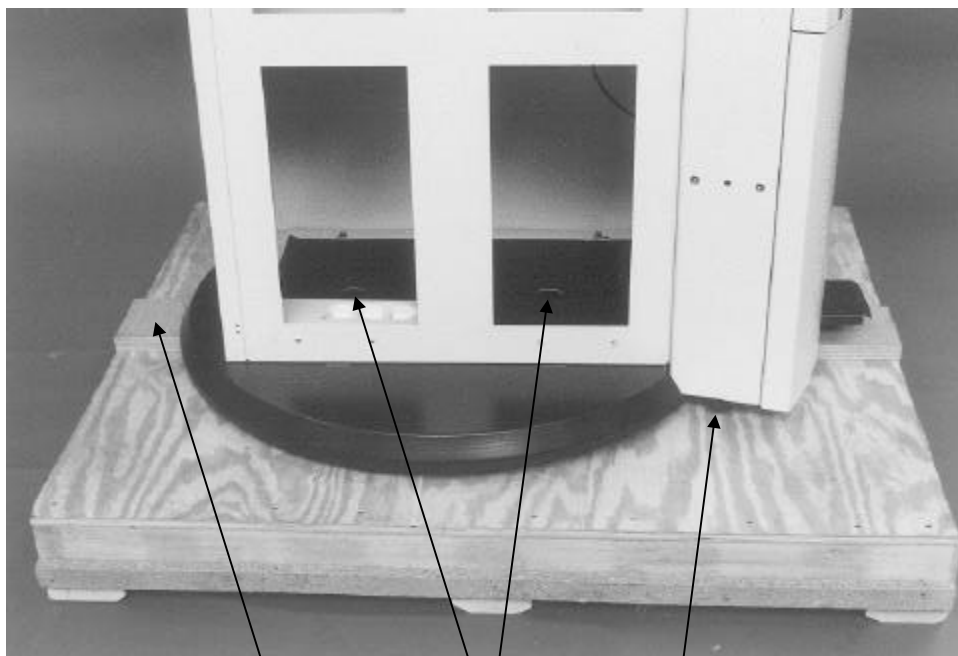

Abbildung 1
- Entfernen Sie die Befestigungsbolzen, mit denen die Maschine auf der Palette befestigt ist. (siehe: Abbildung 1, Nummer 1).
- Die verstellbaren Füße an der Vorderseite der Maschine in die Maschine drehen (siehe: Abbildung 1, Nummer 2).